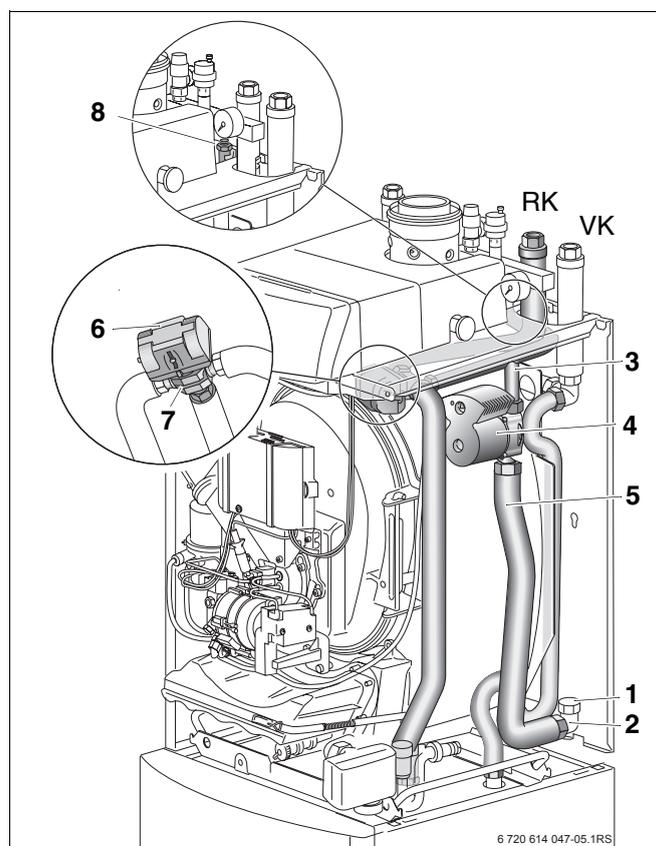
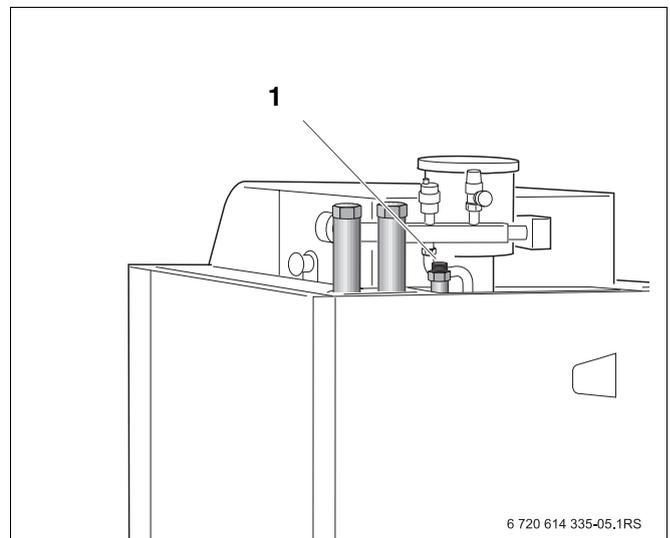

Bild 15 Rücklaufrohrgruppe mit Pumpe montieren
Bild 16 Rückansicht Heizkessel
- Anschluss Ausdehnungsgefäß (befindet sich am Rücklaufrohr 3-Wege-Ventil zur Pumpe) hinter dem Rücklaufrohr Heizkreis (RK) vorbeiführen und in die Klemmschelle eindrücken (Bild 15, **Pos. 8**, Rückansicht siehe Bild 16, Seite 14).
- Rücklaufrohr 3-Wege-Ventil zur Pumpe (Bild 15, **Pos. 3**) mit Dichtung $\text{Ø } 17 \times 24 \times 2$ an den mittleren Anschluss (Bild 15, **Pos. 7**) des 3-Wege-Ventils (Bild 15, **Pos. 6**) anschrauben.
- Kesselrücklaufrohr (Bild 15, **Pos. 5**) mit Pumpe und eingelegter Dichtung an den seitlichen Abgang des Rücklauf-Winkelverteilers (Bild 15, **Pos. 2**) mit Überwurfmutter anschrauben.